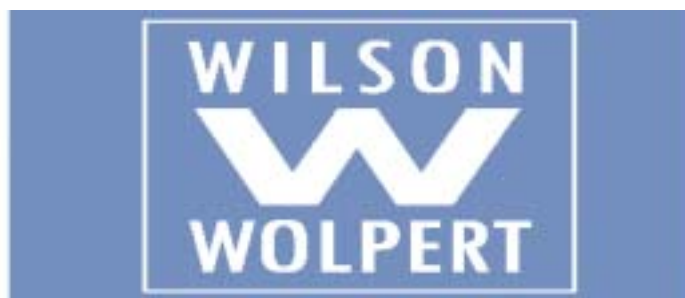

图 5-1 WOLPERT 商标
- 1) 按下电源开关上的“**I**”标记，打开硬度计。系统会发出“滴滴”的声音并在屏幕上显示 **WOLPERT** 的商标约 3 秒钟。见图 5-1 所示。这表明系统工作正常。接着系统显示主菜单。